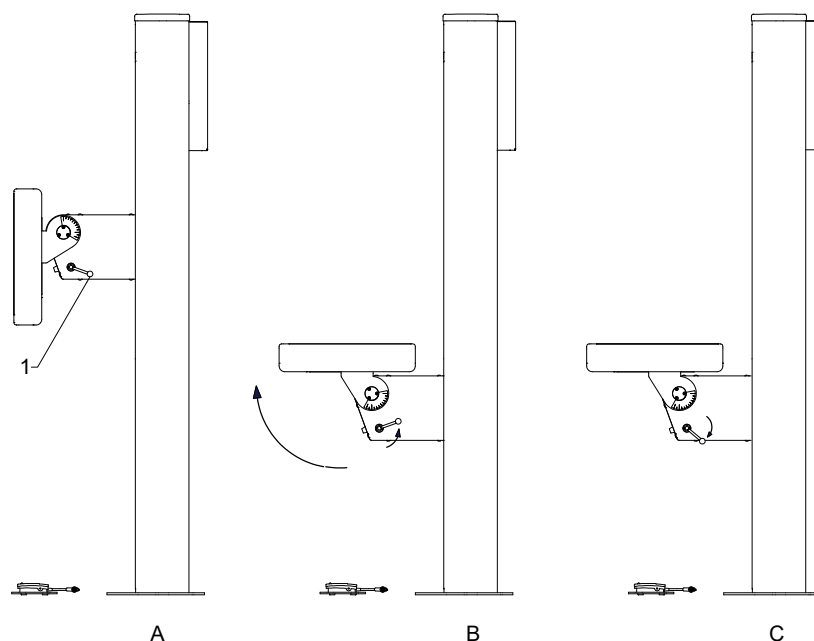

Fig. 4-41 Inclinaison du support du détecteur
Pour positionner la poignée (voir pos.1 dans **Fig. 4-41**, sur sa position de départ) :